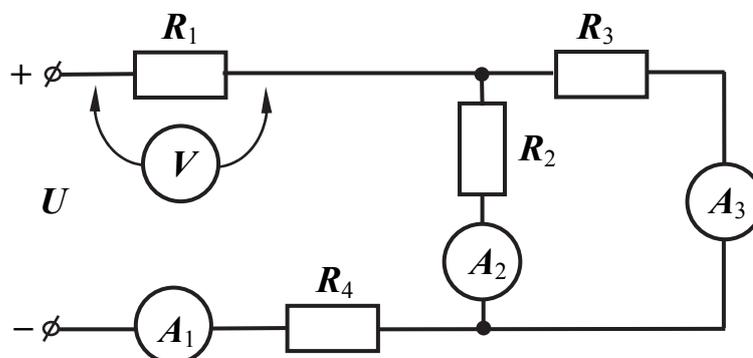

Рис. 7.2
2. Собрать электрическую схему по рис. 7.2. Номиналы резисторов выбирать в соответствии со следующей рекомендацией:  $R_1 = 47 \dots 100 \text{ Ом}$ ,  $R_2 = 100 \dots 330 \text{ Ом}$ ,  $R_3 = 220 \dots 680 \text{ Ом}$ ,  $R_4 = 100 \dots 150 \text{ Ом}$ .